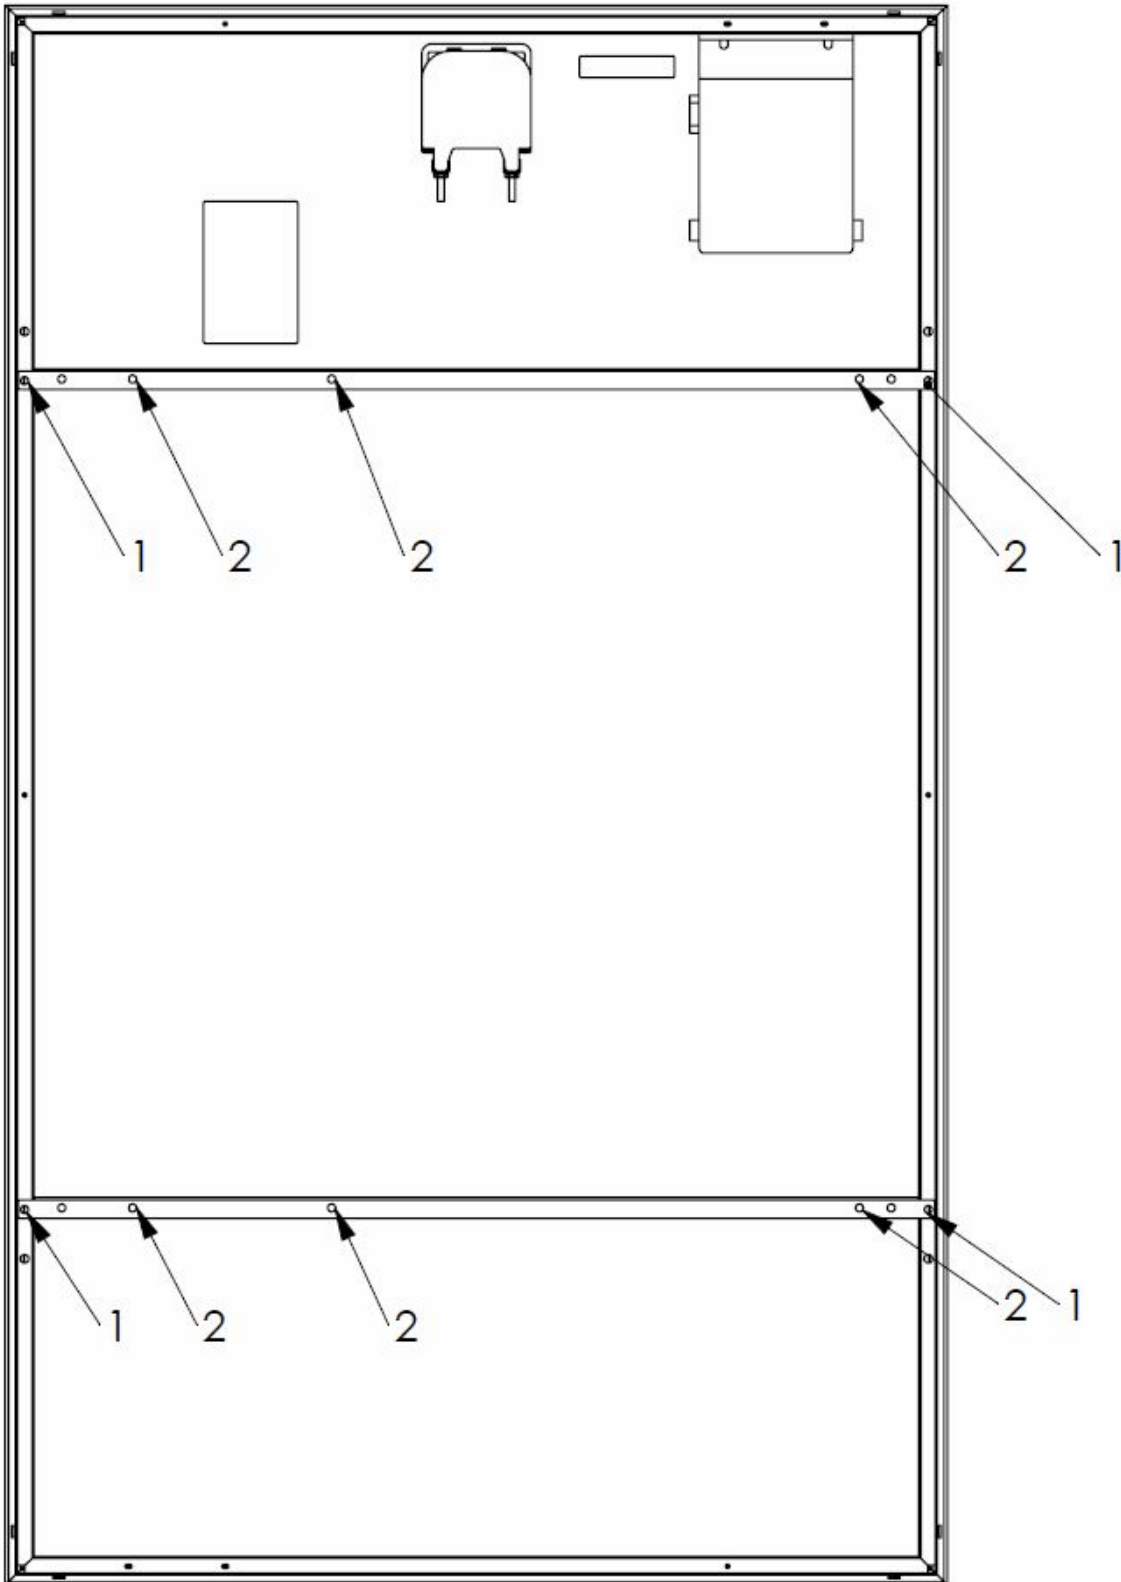
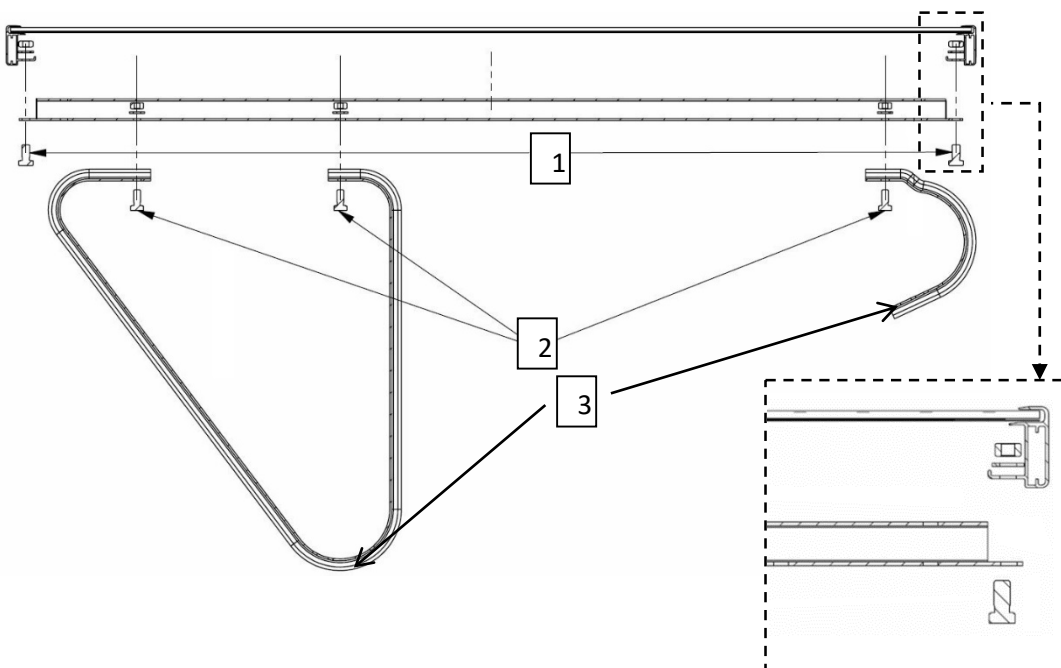

Abbildung 7: Schraubenpositionen für die Montage auf Standfüßen
Abbildung 8: Detailansicht für die Montage mit Standfüßen (**Backrail und Modul-Querschnitt von oben**)
Die Nummerierungen in Abb. 7 zeigen an, welche der markierten Schrauben in Abb. 8, zu welchen Positionen am Modul gehören.
Schritt 1: Befestigen Sie zunächst Standfuß vorne und Standfuß hinten mit den beiliegenden, verzinkten Stahlschrauben (M8x16) an der Backrail. Führen Sie dazu die Schrauben durch die Montagelöcher der Standfüße und durch die (in Abb. 7) markierten Löcher der Backrail und fixieren Sie dort (auf der Innenseite der Backrail) die Schrauben mit den beigelegten M8-Muttern und M8-Unterlegscheiben mit einem Gabelschlüssel. Dieser Schritt muss doppelt ausgeführt werden!!